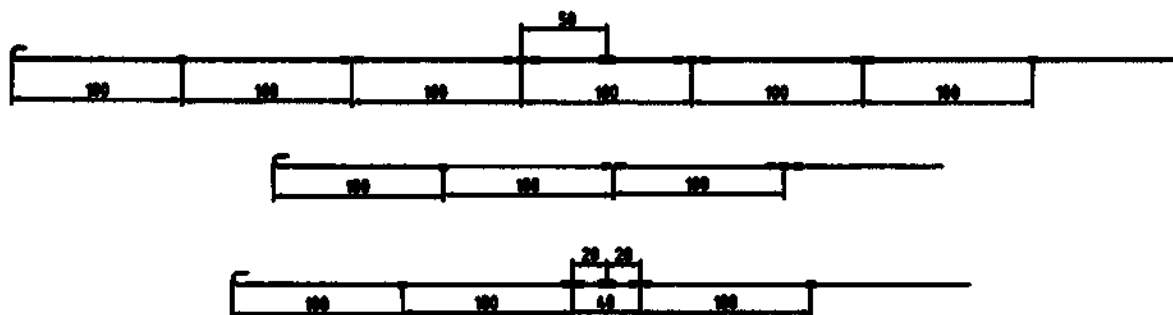

Рис. 7.
- а) На j-проводнике возможна маркировка согласно рис.7 (единицы измерения мм).